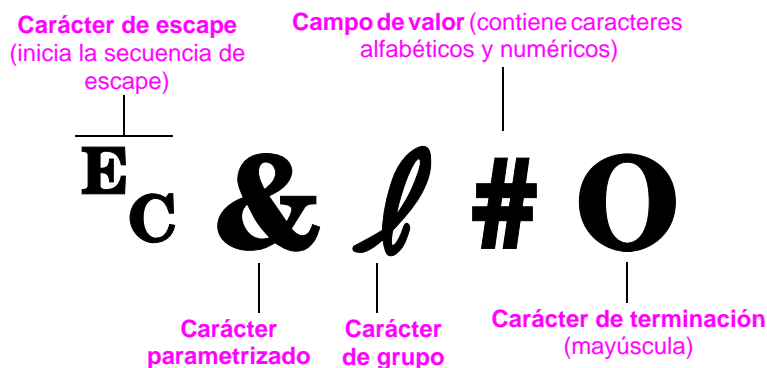

Figura D-1 Elementos de los comandos de impresora
La figura D-1 muestra los elementos que constituyen un comando de impresora típico (en este caso, se trata de un comando que establece la orientación de página).
- 1 Los dos primeros caracteres después del carácter E_C (los caracteres parametrizados y de grupo, vea la figura D-1) deben ser los mismos en todos los comandos que se combinen.